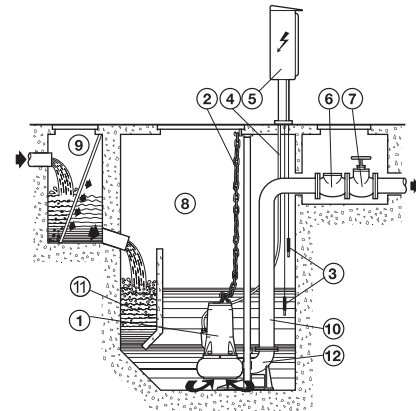

Abb. 6
- fest, mit Elektropumpe positioniert auf dem Stützfuss, festgemacht am Boden des Abflussschachtes oder Sammelbeckens (Abb.6).
(ABB. 6)
Während des Betriebs sollte die Elektropumpe vollständig in der angepumpten Flüssigkeit eingetaucht sein. Für die Elektropumpen ohne integrierten Schwimmerschalter ist die Installation eines Kontrollsystems, mittels Sonde (Abb. 6), oder anderer Apparaturen, welche das Minimalniveau der Flüssigkeit garantieren und welche die Elektropumpe gegen einen Trockenlauf schützenden, erforderlich.